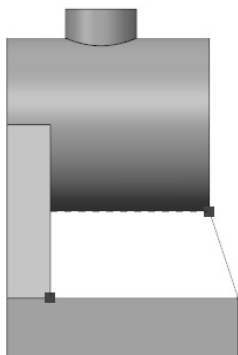

图 5-91 筋截面
(1) 单击 轮廓筋按钮打开筋操控面板；
(2) 单击【放置】→【定义】，在【草绘】对话框中，选择 RIGHT 基准面作为绘图平面。进入二维草图绘制，在视图方向 中，选择 LEFT 作为当前视图方向，绘制如图 5-91 所示的二维截面，该截面是两条连接在一起的开放线链，绘制时记得参照底座的上边线。完成筋绘制后单击 退出草图；